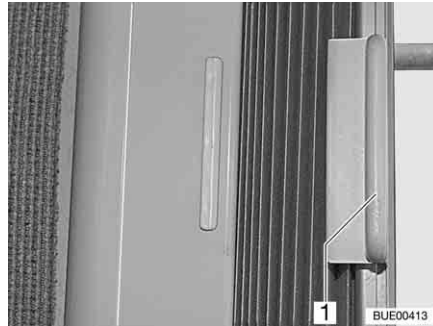

Fig. 27 Dispositif occultant plissé
- Tenir le dispositif occultant plissé par la poignée (Fig. 27, 1) et pousser vers la gauche ou la droite.